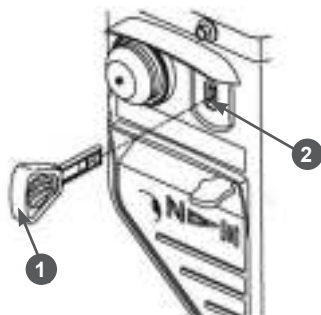

Рис. 32 Установка ключа выключателя зажигания
- Вставьте ключ 1 в гнездо 2 выключателя зажигания (Рис. 32).
жигания (Рис. 32).
ля зажигания (Рис. 32).